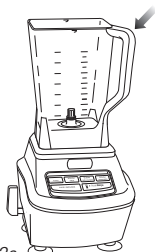

Fig. 3a
- 4 Il est possible d'insérer le pichet sur le bloc-moteur de deux façons, soit la poignée en avant vers la droite ou vers la gauche. (Fig. 3a, Fig. 3b)